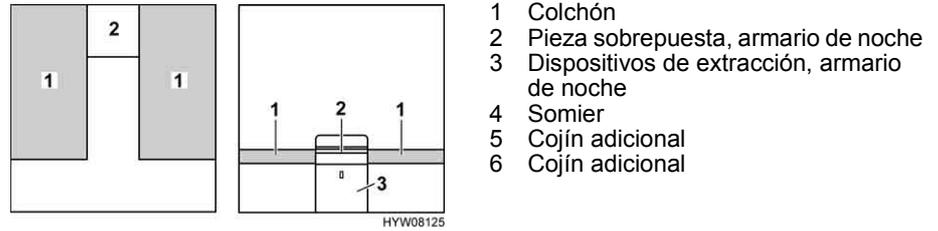

Fig. 83 Antes de la transformación
- Quitar la pieza sobrepuesta del armario de noche (Fig. 83,2) y depositarla a un lado.